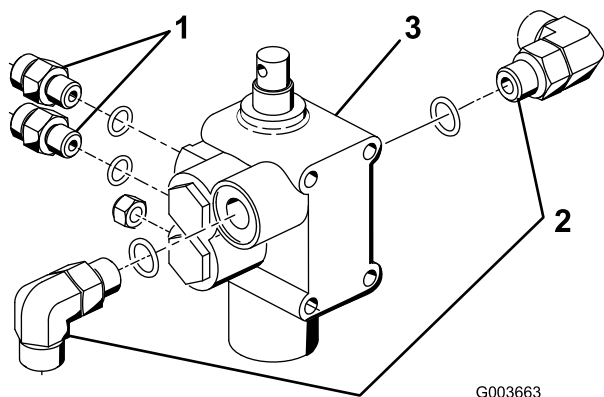

Рисунок 4
1. Завинтите 2 прямых гидравлических фитинга и 2 угловых фитинга в новый клапан подъема. Расположите фитинги, как показано на Рисунок 4. Не затягивайте угловые фитинги на данном этапе.